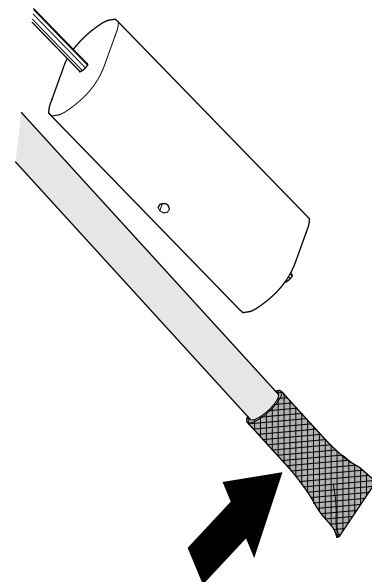

Figure 95
1. Nettoyez la crépine au bout du tube d'admission de carburant (Figure 95).